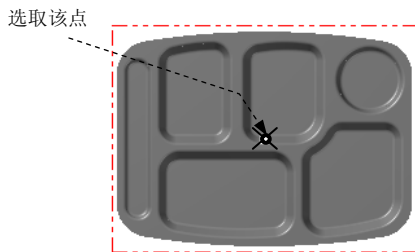
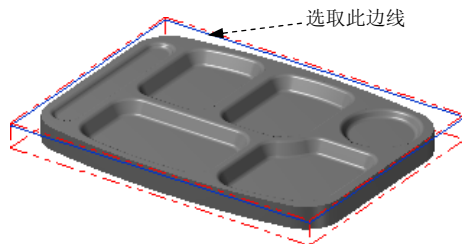

图 1.4 定义基准点
图 1.5 绘制矩形边界
Step1. 绘制矩形边界。单击顶视图按钮，选择 **绘制** $\rightarrow$ **R 矩形...**命令，系统弹出“矩形”工具栏；确认“矩形”工具栏中的按钮被按下，选取图 1.4 所示的坐标原点，然后在后的文本框中输入 360，在后的文本框中输入 270，按 Enter 键。单击按钮，完成矩形边界的绘制，结果如图 1.5 所示。
(2) 设置加工边界。在 **边界范围**区域中单击按钮，系统弹出“串连选项”对话框；在图形区中选取图 1.5 所绘制的边线。单击按钮，系统返回至“刀具路径的曲面选取”对话框。
(3) 单击  按钮, 完成加工区域的设置, 同时系统弹出“曲面粗加工挖槽”对话框。